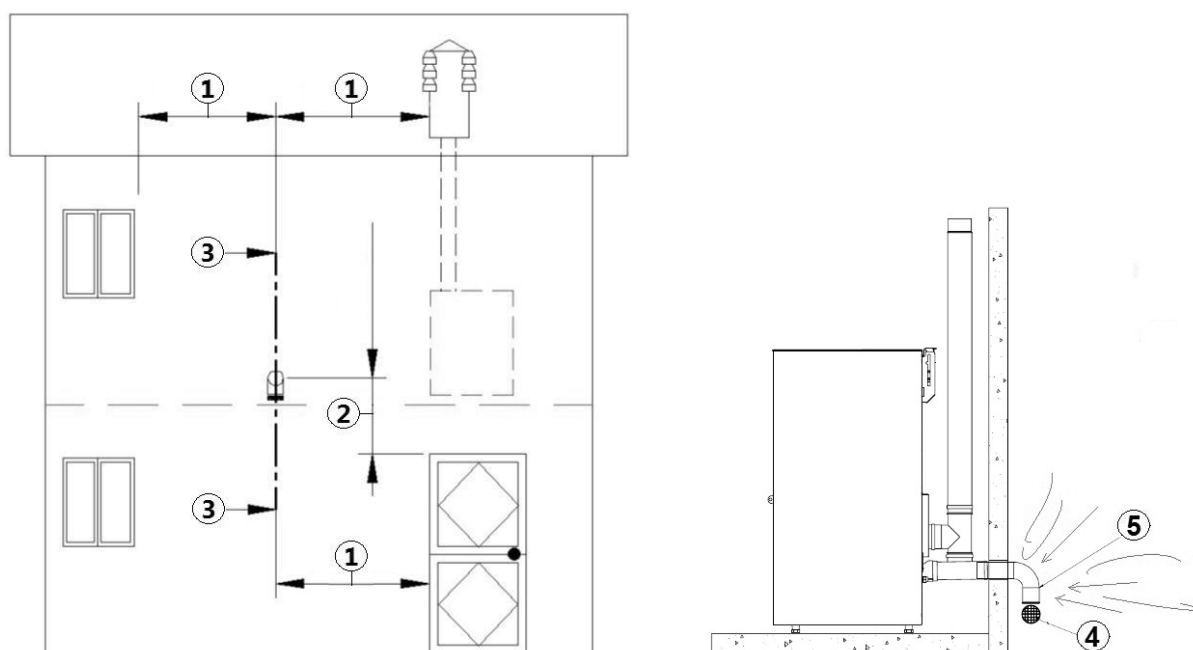

Fig. 12 - Presa d'aria per installazione a camera stagna
LEGENDA	Fig. 12
- Sulla parete esterna è necessario installare una curva a 90° per proteggere l'afflusso dell'aria comburente dagli effetti del vento: rivolgere l'imbocco della curva verso il basso, vedi **Fig. 12**.